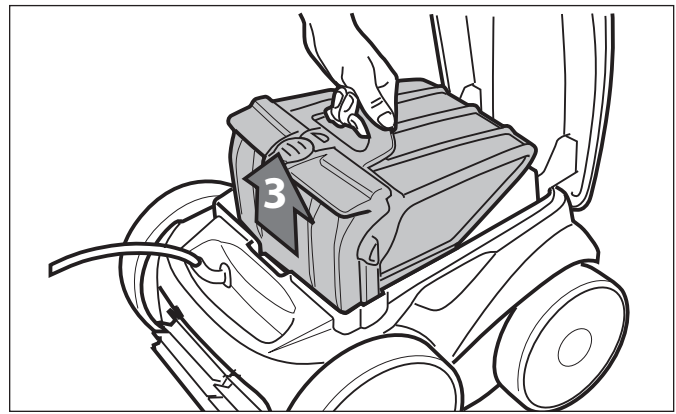

Figura 25. Remueva el ensamble del filtro
6. Retire el ensamble del filtro del cuerpo (3), como se muestra en la Figura 25.